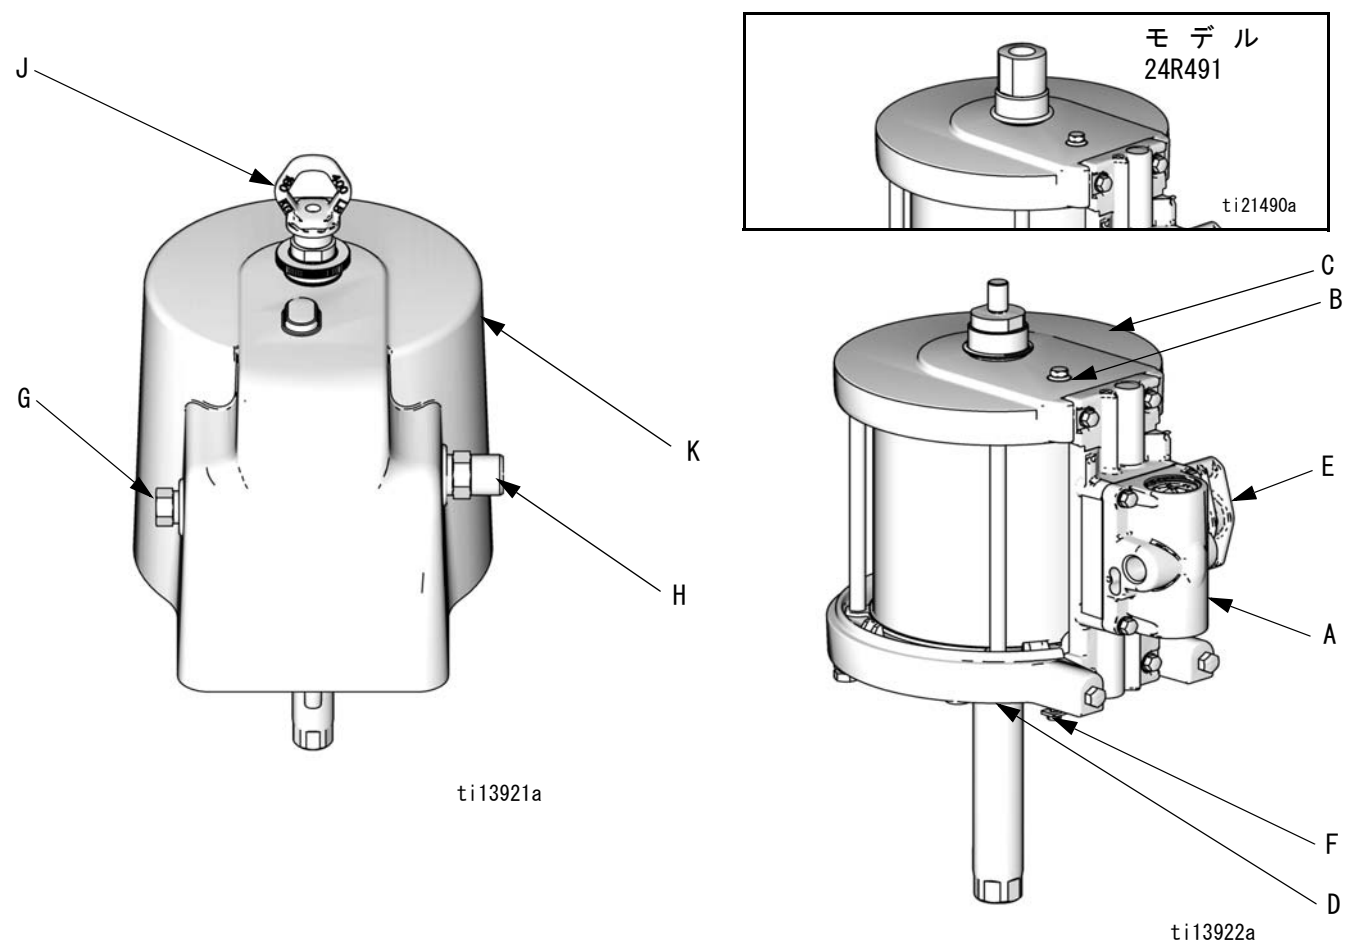

図 1。サニフォースエアモーター構成部品
次を参照 図 1。接地線 (Graco PN 238909) をシュラウドの下にあるエアモーターの下カバーの接地ネジ (12) に接続します。接地線のもう一端を大地アースに接続します。